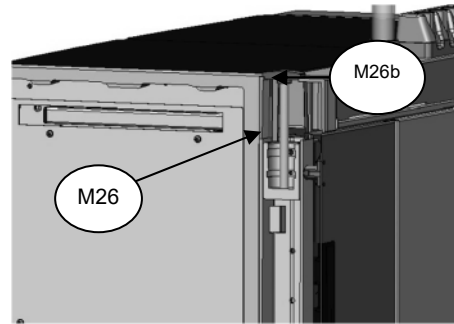

Fig. 2
3. Quitar la pieza roscada **M26b** (guarde esta pieza por si en el futura la requiriera) que esta sobre el embellecedor plástico **M26** o el **M26A** según esté a la izquierda o derecha de la unidad (Fig. 2)